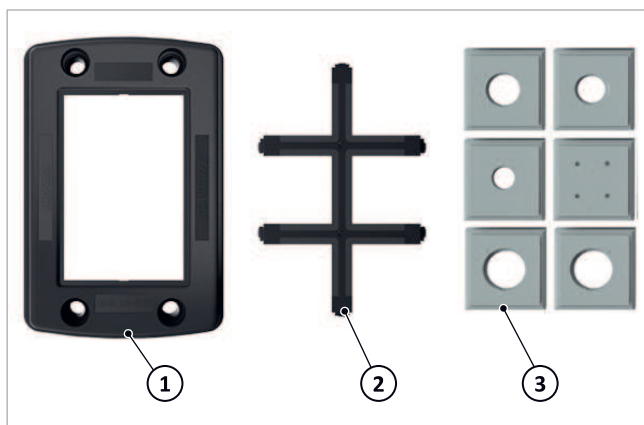

Fig. 75 : système de passage de câble avec conduite de fioul
3. Acheminez et raccordez les conduites de fioul du brûleur au filtre à travers la découpe (1) dans la tôle de base. Pour ce faire, le cas échéant, retirez l'insert (voir → fig. 75, p. 31.) et remettez-le en place.